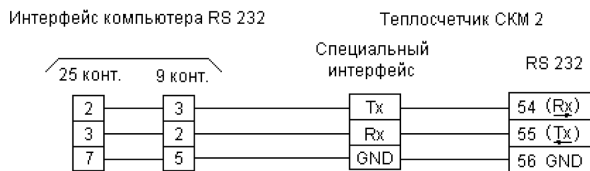

Рис.5 Схема подключения счетчика к компьютеру через RS232
8.6.1 Считывание информации из счетчика возможно с помощью компьютера, модема, GSM модема и.т.д. Схема подключения счетчика к компьютеру представлена на рис.5, приложения Б.